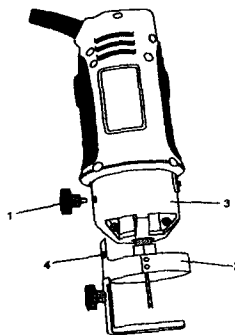

Fig. 4
1. Retire la perilla de sujeción del accesorio (1) de la base del cuerpo de la sierra (ver la fig. 4). Deslice la abrazadera de montaje de la bancada de manos libres (2) sobre la parte inferior del cuerpo del motor (3) hasta que el orificio de montaje (4) se alinee con el orificio en el cuerpo del motor.
2. Monte la bancada de manos libres tal como en la fig. 4.